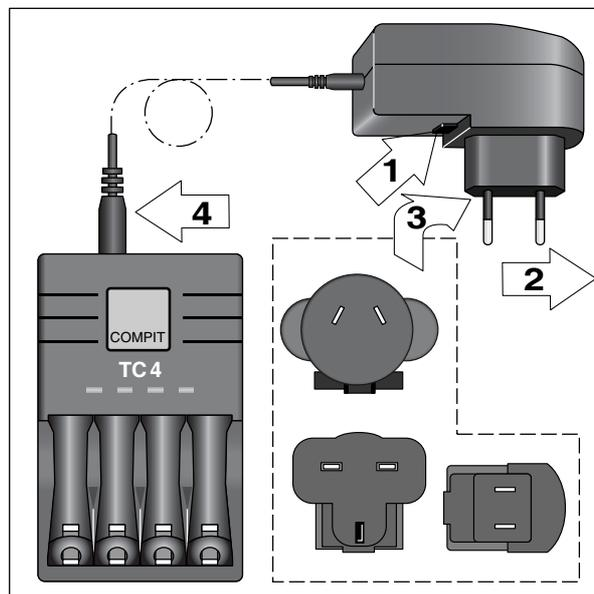

Рис. 3-2. Замена штекера, подключение зарядного устройства
- нажмите и удерживайте расположенный под штекером штифт (1, рис. 3-2);